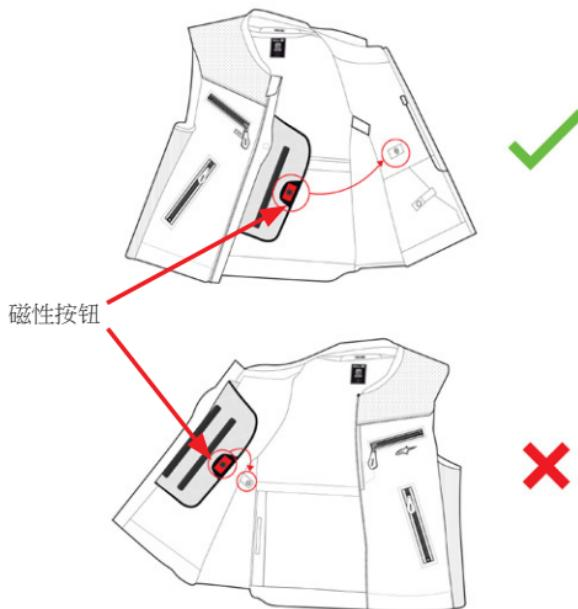

图 9
1. 穿上系统并固定胸前的安全气囊，将胸前磁扣(9)与背心上的左磁扣(11)连接起来（图9）。